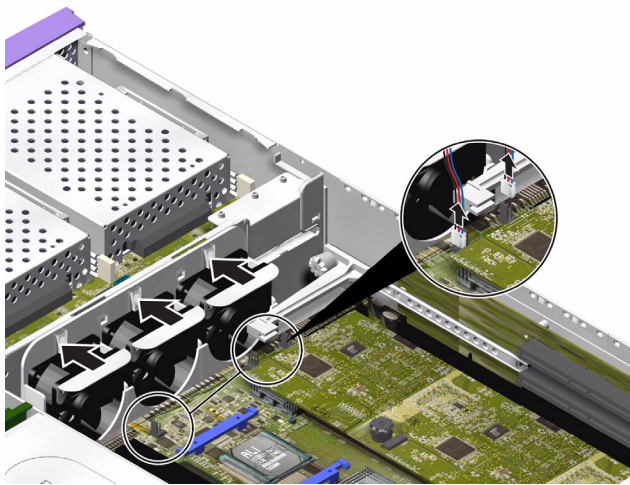

図 1-17 ファンの電源ケーブルの取り外し (Sun Fire V240 サーバーの例)
2. システムボードからファンの電源ケーブルを外します。詳細は、図 1-17 を参照してください。